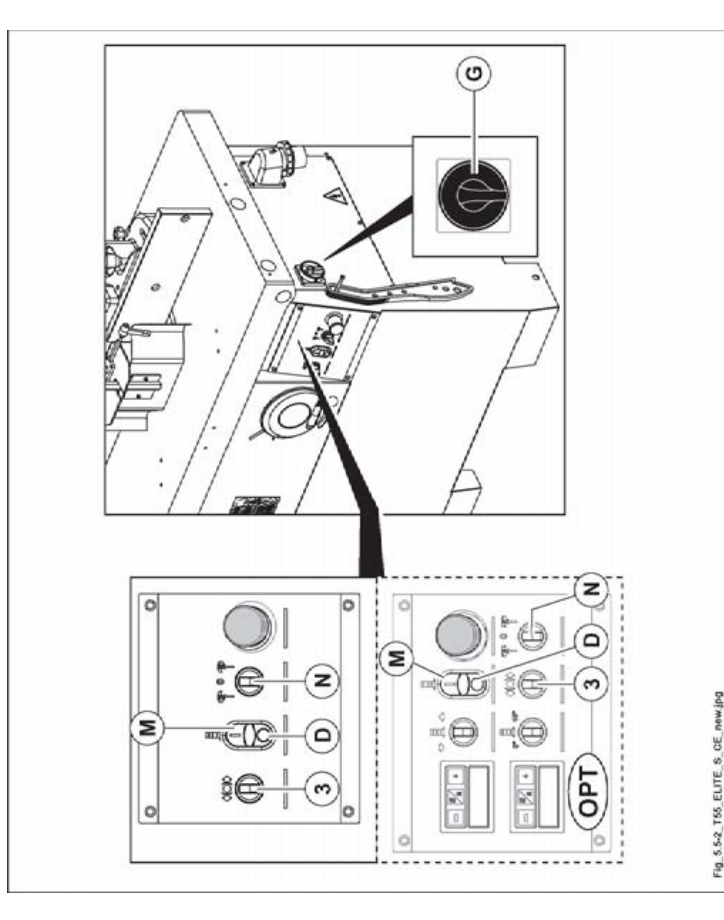

Abb. 5.5-2
- Den Wählschalter (N Abb. 5.5-2) nach links drehen  und in dieser Position halten. Die Taste (M Abb. 5.5-2) drücken; das Arbeitsaggregat läuft an. Nun den Wählschalter (N Abb. 5.5-2) loslassen; er kehrt in die zentrale Position zurück.
- 1) Drücken Sie die Taste (D, Abb. 5.5-2).
- 2) Drehen Sie den Hauptschalter (G, Abb. 5.5-2) in die Position 0.
es ist verboten den Motor zu stoppen durch Drehen des Wählschalters (3 Abb. 5.5-2) auf
- Den Wählschalter (N Abb. 5.5-2) nach rechts drehen  und in dieser Position halten. Die Taste (M Abb. 5.5-2) drücken; das Arbeitsaggregat läuft an. Nun den Wählschalter (N Abb. 5.5-2) loslassen; er kehrt in die zentrale Position zurück.